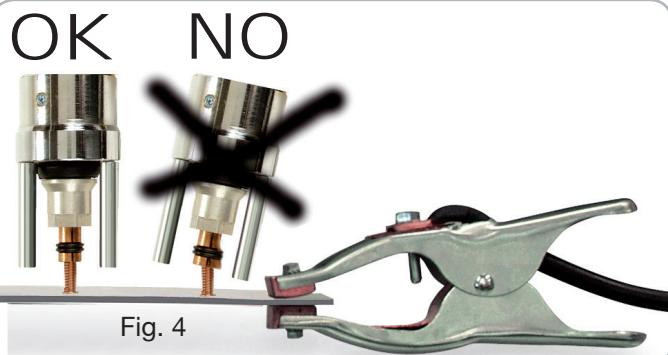

Fig. 4
- Ejecutar algunas soldaduras regulando la tensión con el mando G y la fuerza de la pistola con la regulación Q hasta obtener soldaduras perfectas. La pistola se extrae manteniéndola perfectamente alineada con el perno para no deformar la pinza (Fig4).